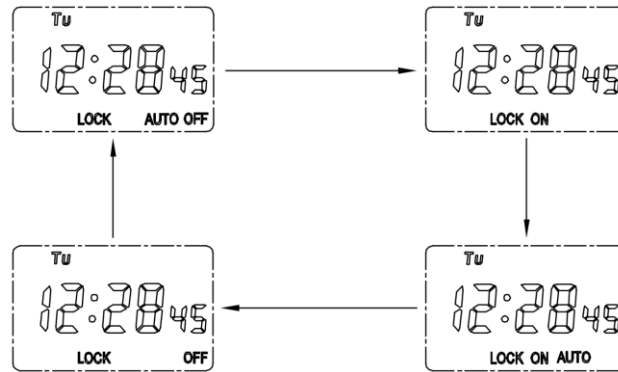

Fig.13
6.3 Después de bloquear el reloj (LOCK), pulsar "MD" y "▲" al mismo tiempo para que el reloj retorne al estado manual/automático. Pulsar repetidamente "MD"+"▲" para que la pantalla muestre, sucesivamente, "AUTO OFF", "ON", "ON AUTO" y "OFF" (ver Fig.13) Cuando el programa esté en ON o OFF temporalmente durante el proceso de programación, la combinación de estos dos botones puede usarse para cambiar el estado de ON a OFF o viceversa. Cuando el reloj esté trabajando normalmente, según los tiempos ajustados previamente, la pulsación de ambos botones permitirá colocar el aparato en situación "ON AUTO" para que el reloj pueda trabajar cuando alcance el ajuste de control automático del tiempo.